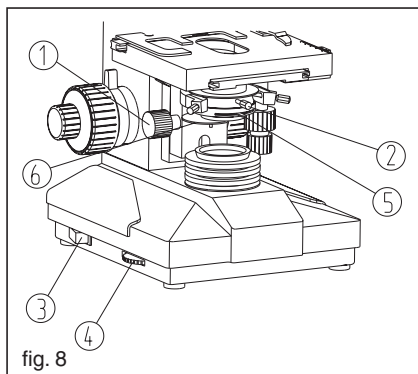
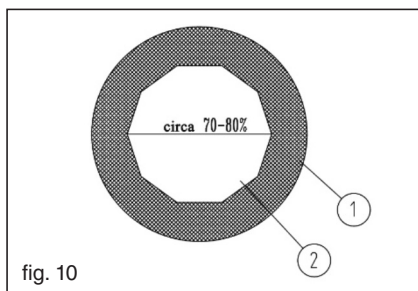

fig. 8
fig. 10
Il condensatore si sposta verso l'alto o verso il basso tramite la manopola di regolazione in alto o in basso ①. Il condensatore può essere rimosso facilmente, svitando l'apposita vite di supporto ②; la piastra filtro è posizionata nella sede filtro. (Fig.8)
**Nota: Per evitare una riduzione della vita utile della lampada, non lasciare il controllo della luce in posizione di massima illuminazione per un tempo prolungato. (Fig.8)**
La leva del diaframma di apertura ⑤ può essere utilizzata per regolare l'A.N. del sistema d'illuminazione (Fig.8). Rimuovendo gli oculari, osservare attraverso il tubo oculare; la vite di regolazione viene utilizzata mentre l'immagine del diaframma è eccentrica con la pupilla dell'obiettivo ①. Regolare il diaframma di apertura per ottenere un'immagine con il contrasto desiderato. Di solito, è consigliabile regolare il diametro del diaframma di apertura per l'immagine ② al 70-80% di quello che la pupilla obiettivo può ricevere. (Fig.10)
The aperture diaphragm lever ⑤ can be turn to adjust NA of the illuminal system (Fig.8). Removing the eyepieces, watch through the eyepiece tube, adjusting screw is used while the diaphragm image is eccentric with the objective pupil ①. Turn the aperture diaphragm for getting an image with advisable contrast. Usually, adjusting diameter of the aperture diaphragm image ② to 70-80 percent of the objective pupil can get it. (Fig.10)